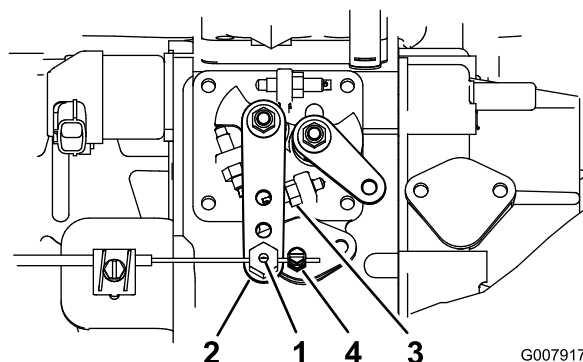

Figure 62
3. Maintenez le bras de levier de la pompe d'injection en appui contre la butée de régime maximum de marche à vide (Figure 62).
2. Desserrez la fixation du câble d'accélérateur sur le bras du levier de la pompe d'injection (Figure 62).